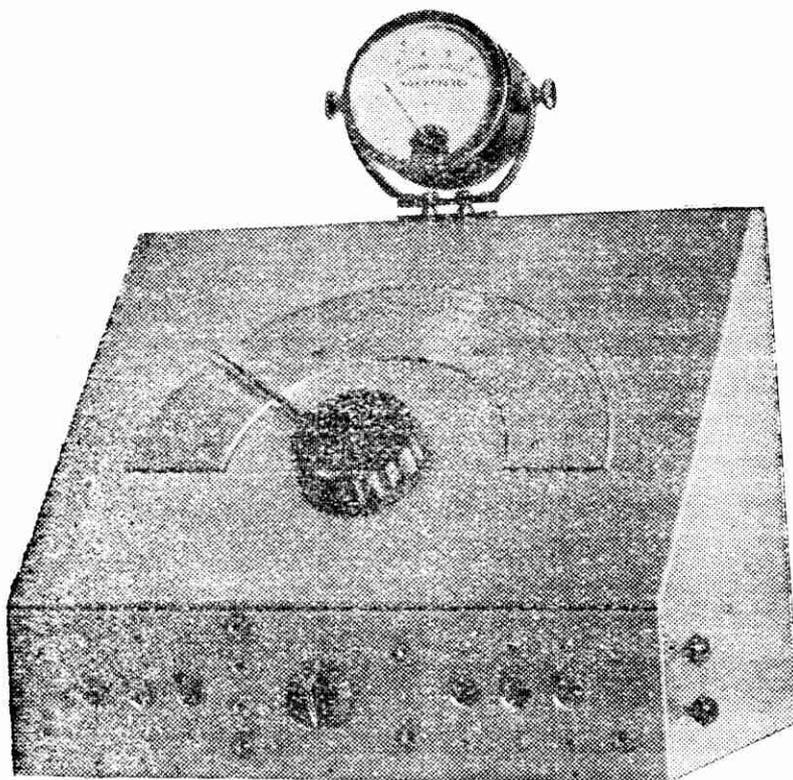

FIG. 39
**Appareil d'essais des bobinages et des condensateurs** (fig. 39). — Si l'ondemètre hétérodyne est absolument indispensable, l'appareil de mesure des bobinages est fort utile. Il sera constitué par exemple par une lampe amplificatrice à pente variable, à laquelle on ajoute un détecteur monté en voltmètre amplificateur (fig. 40).